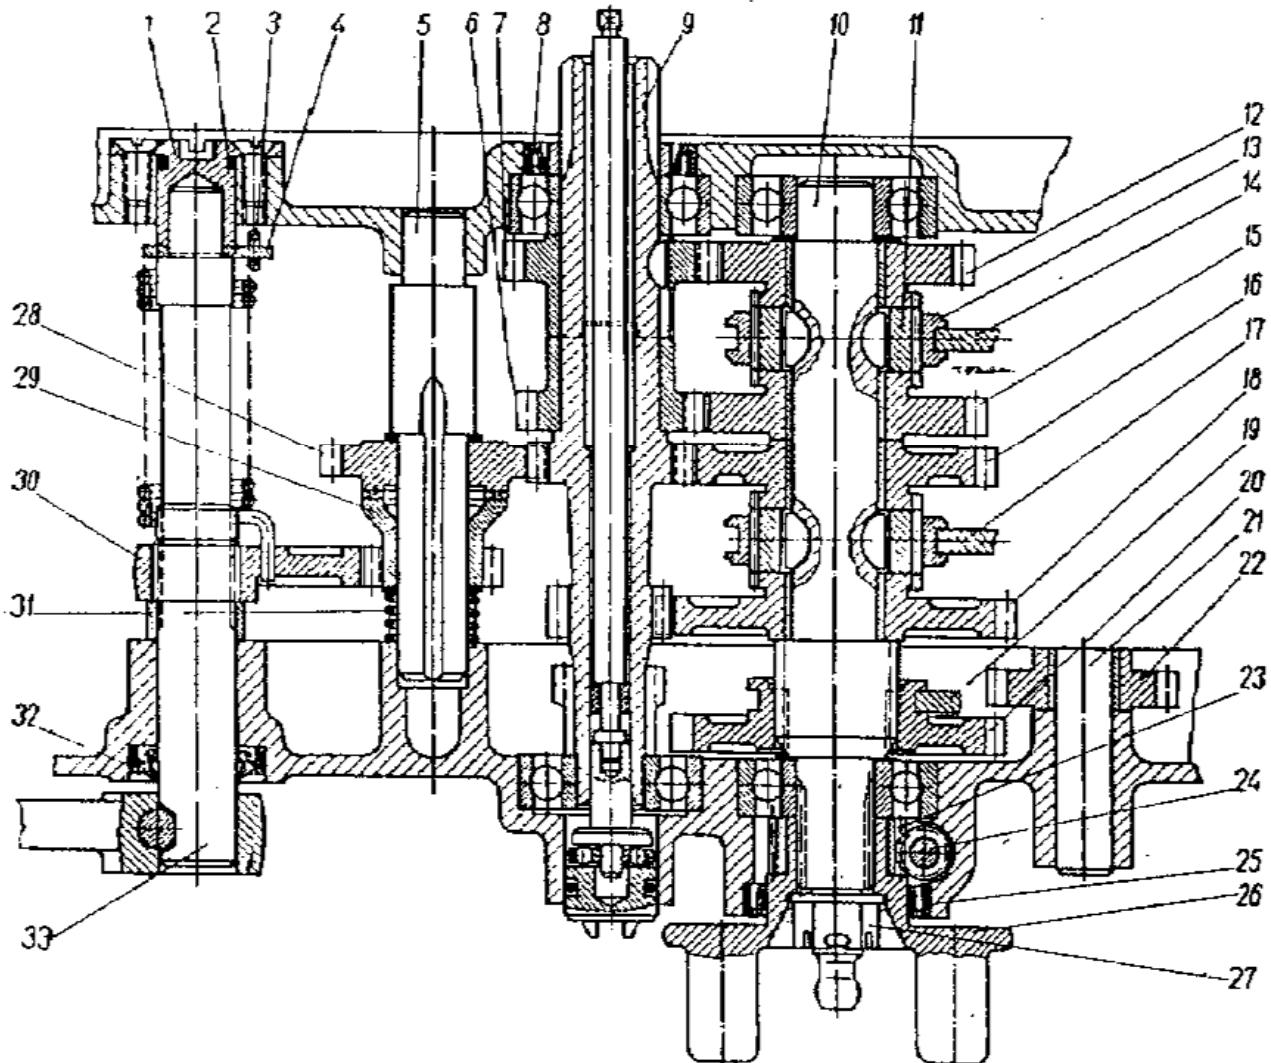
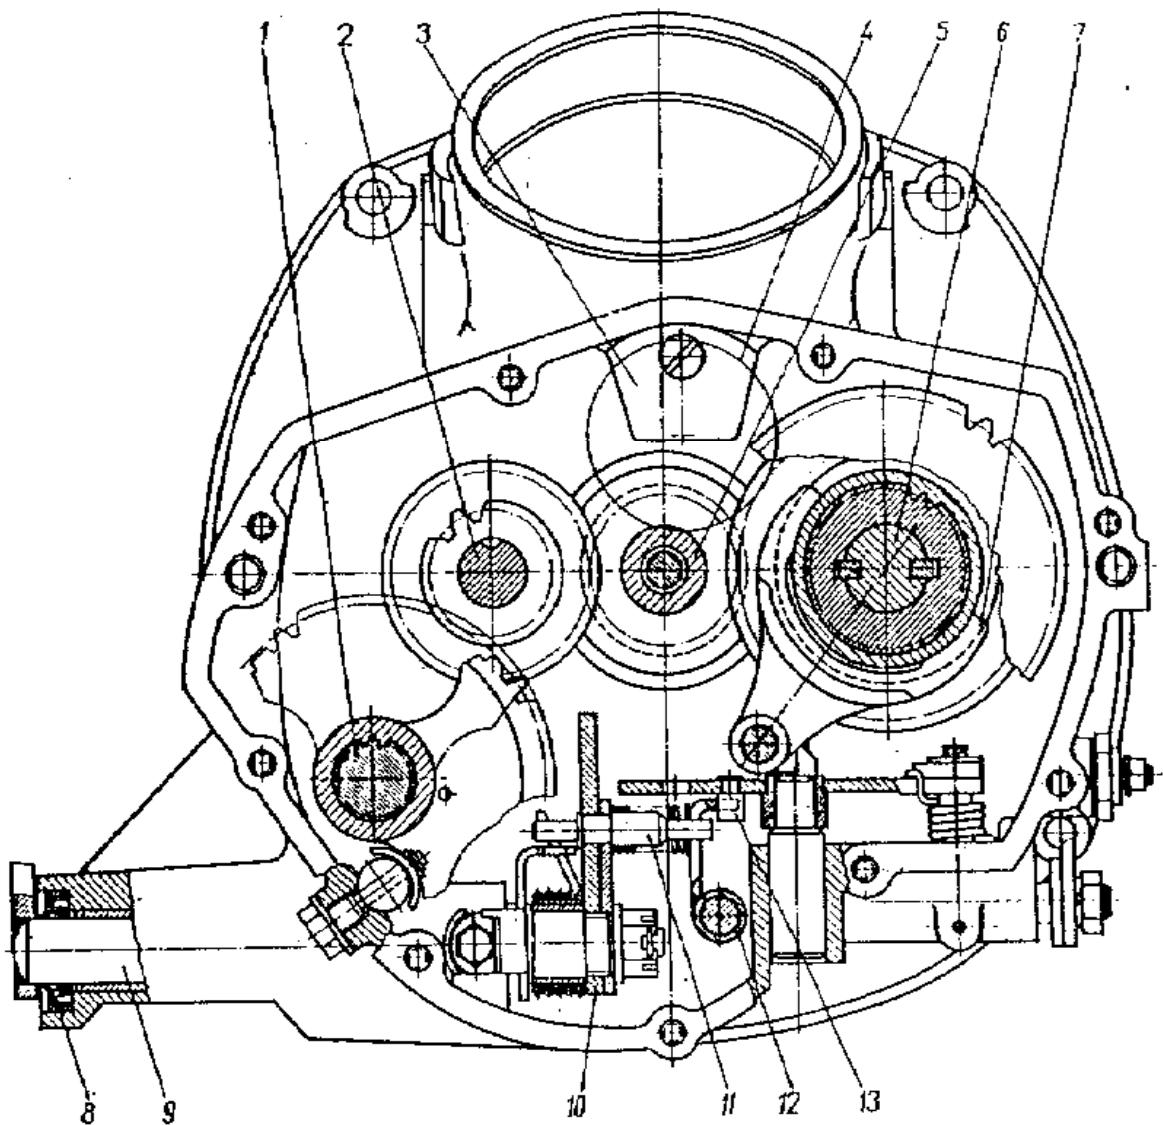
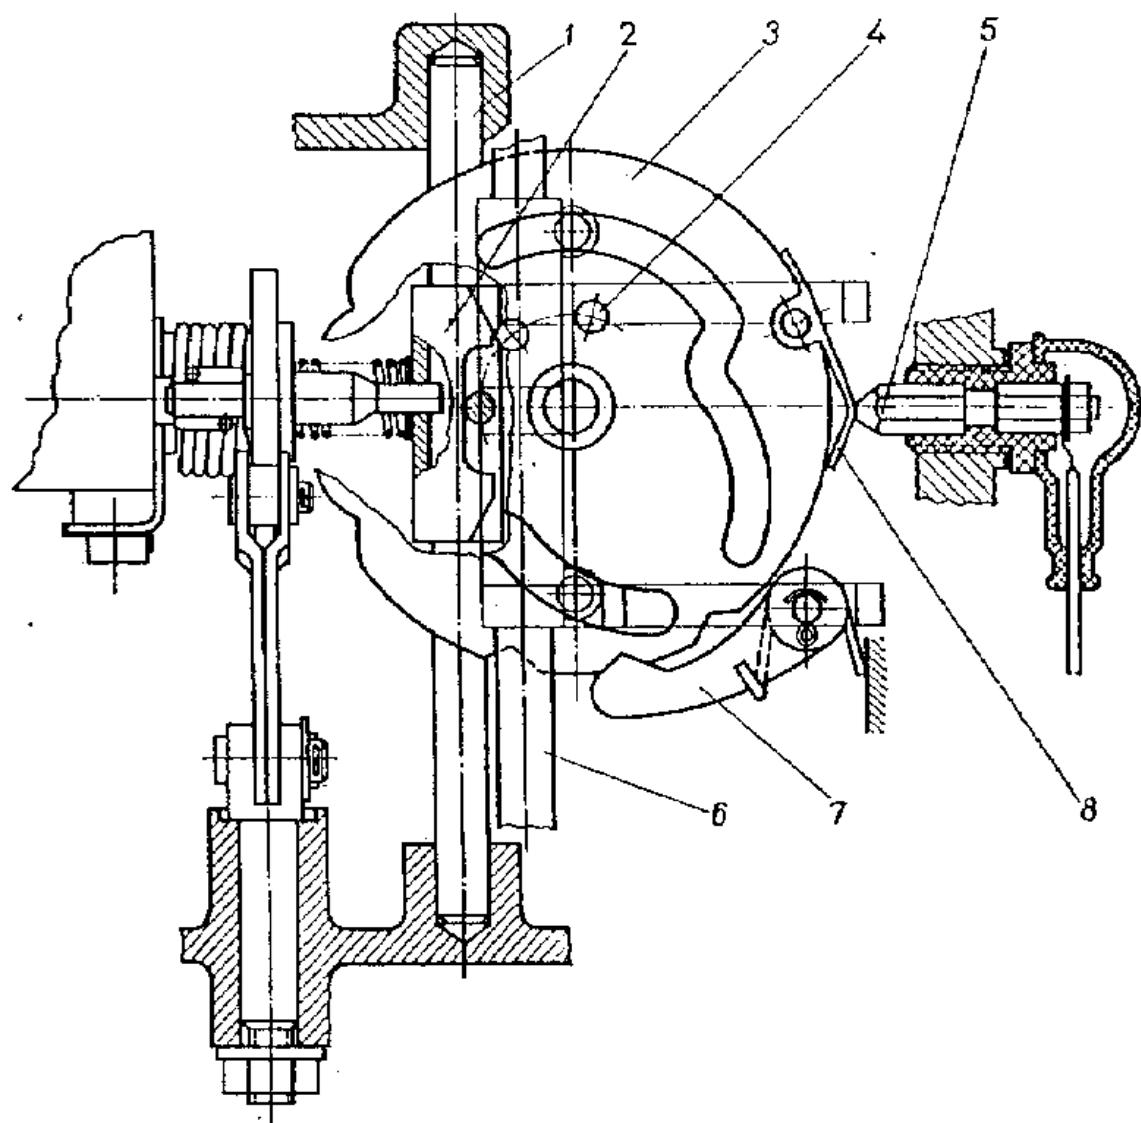

Рис. 14. Развёртка валов:
Рис. 15. Поперечный разрез коробки передач:
Рис. 17. Механизм переключения передач (нейтральное положение):
Пусковой механизм включает в себя два вала: пусковой 33 и промежуточный 5 (рис. 14, соответственно 1 и 2 на рис. 15) с шестернями. На промежуточном валу свободно враща-
Пружина заводится поворотом против часовой стрелки на пол-оборота втулки 1 (рис. 14), установленной в передней стенке картера.
**Механизм переключения передач.** Четыре передачи для движения вперед включаются шлицевыми муфтами 13 (рис. 14) на вторичном валу, которые могут перемещаться вдоль вала вилками при переключении передач. Вилки специальными выступами входят в фигурные вырезы диска переключения. При повороте диска вилки получают соответствующее перемещение вдоль валика 6 (рис. 17), установленного в картере. На диске переключения установлены три штифта и пружина датчика нейтрального положения.
В нейтральном положении пружина датчика через изолированный контакт замыкает электрическую цепь сигнальной лампы, расположенной на фаре. При нажиме ногой на одно из плеч педали ножного переключения вал 9 (рис. 15) переключения, соеди-